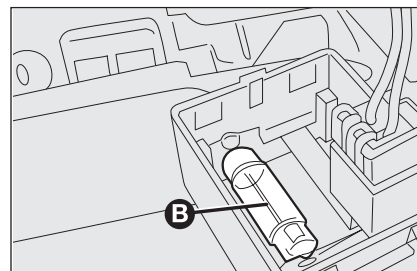

fig. 38
- sostituire la lampada **B-fig. 38** svincolandola dai contatti laterali accertandosi che la nuova lampada risulti correttamente bloccata tra i contatti stessi;